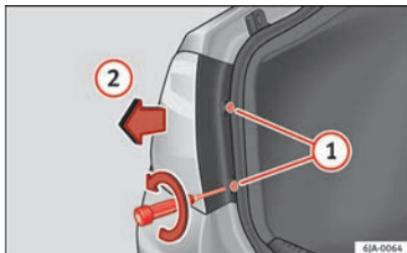

Fig. 98 Smontaggio del faretto di coda esterno.
»» **fig. 98** ①, facendo attenzione a non perderle.
- Tirare all'indietro il faretto di coda (»» **fig. 98** ②) fino ad estrarre il faretto dal proprio alloggiamento.